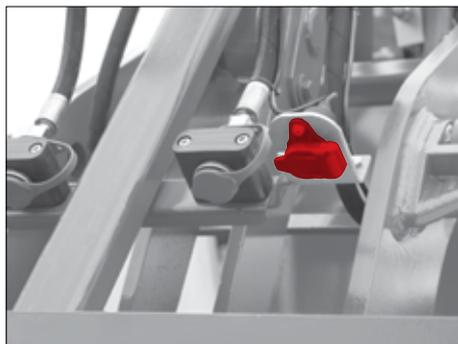

Fig. 50
Brancher la prise électrique située sur la flèche (Fig. 50) au moyen de l'interrupteur pos. 2 (Fig. 51) placé sur le levier de commande.